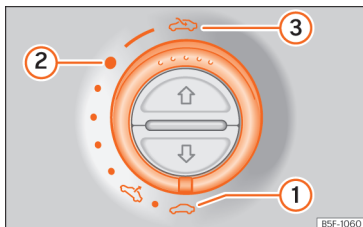

Fig. 109 Nel rivestimento interno del tettuccio: girare l'interruttore per aprire e chiudere.
- Apertura: girare la manopola sulla posizione »» fig. 109 ③.
- Posizione comfort: girare la manopola sulla posizione »» fig. 109 ②.
- Chiusura: girare la manopola sulla posizione »» fig. 109 ①.
- L'interruttore »» **fig. 109** deve essere in posizione di "chiusura" ①.